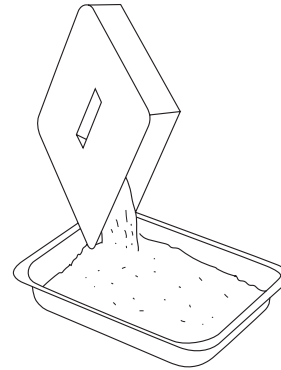

Abbildung 40. Ordnungsgemäße Reinigung der OVERFLOW BIN.
11. Schütten Sie ungesintertes Pulver in den Behälter/die Schale, wo es mit dem Frischpulver zu PA-Pulver vermischt wird (Abbildung 40).